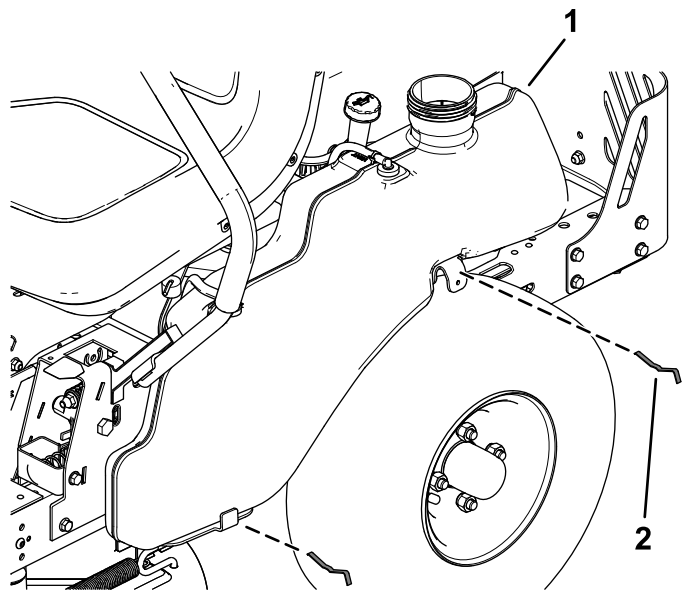

Figura 3
2. Retire los 2 clips de debajo del depósito de combustible y gire el depósito de combustible al lado (Figura 3).
7. Gire el depósito de combustible para colocarlo de nuevo en su posición y fíjelo con los clips del depósito que retiró anteriormente (Figura 3).